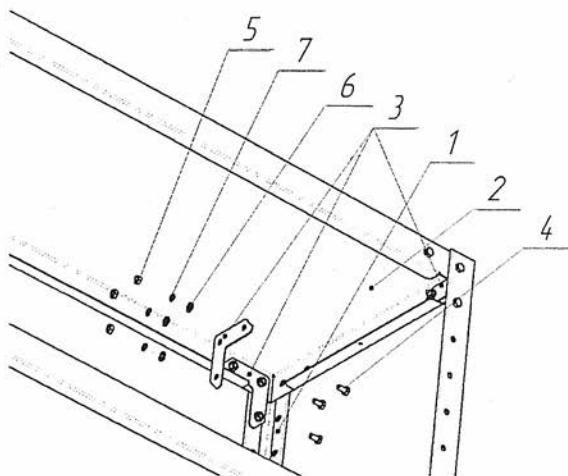

Рис. 1
4.2. Прикрепить полки поз. 2 с помощью крепежа M6 (болт поз. 4, гайка поз. 5, шайба поз. 6, шайба пружинная поз. 7) к стойкам поз. 1 на выбранных потребителем уровнях высоты согласно рис.1. Уголки стяжные поз. 3 использовать для крепления только верхней и нижней полок.